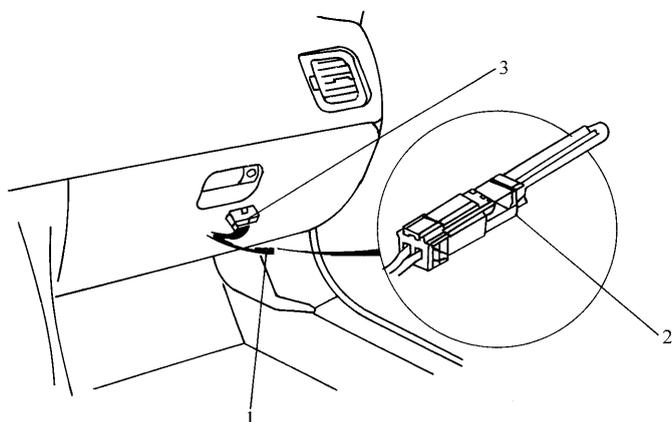

图 3-132 诊断接头
(1) 从位于乘客侧仪表板下的接头盖上拔出诊断接头，用专用工具连接 2 个引脚，如图 3-132 所示。